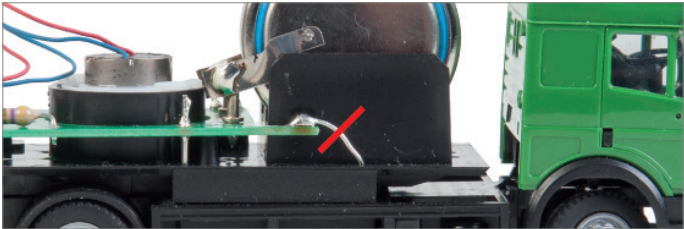

Abb. 26: Reed-Sensor durchtrennen
- ▶ Trennen Sie mit einem Seitenschneider die Verbindung zum Reed-Sensor und achten Sie dabei darauf, die Drahtlänge möglichst lang zu belassen, siehe Abb. 26.